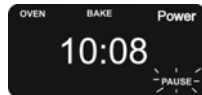

Fig. 18
1. Appuyez sur le bouton Arrêt pour arrêter le four en fonctionnement. Le mot PAUSE s'affiche à l'écran. (Fig. 18)